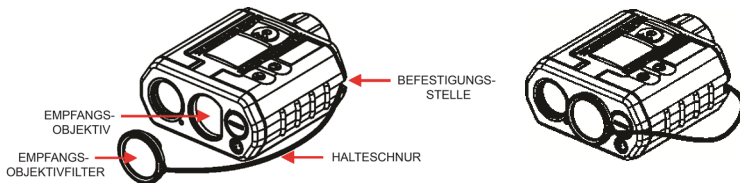

Abbildung 10
2. Setzen Sie den Laubfilter auf das Empfangsobjektiv des TruPulse 200X. Abbildung 10 zeigt das Empfangsobjektiv.